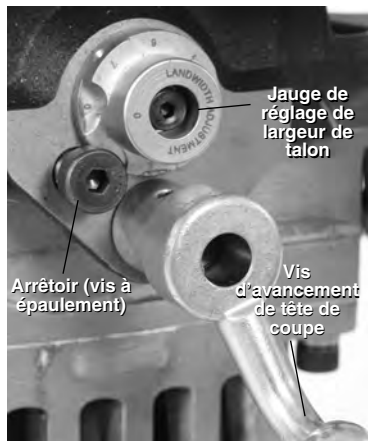

Figure 18 – Réglage de largeur de talon
6. Réglez la largeur du talon de biseautage voulue (Figure 18) à l'aide de la jauge de réglage de largeur de talon. Un réglage à « 0 » ne laissera aucun talon sur l'extrémité du tuyau. Chaque graduation de la jauge modifie la largeur du talon par approximativement $\frac{1}{32}$ " (0,8 mm). Graduation n° 1 ~ 0,03" (0,8 mm), graduation n° 2 ~ 0,06" (1,6 mm) etc. Alignez la graduation voulue avec la base de l'arrêt.
8. Tournez la vis d'avancement de la tête de coupe progressivement en sens horaire (Figure 18) pour entamer le biseautage jusqu'à ce que l'arrêt vienne à buter contre la jauge de réglage de largeur de talon. Ceci se fait sans huile de coupe ni liquide de refroidissement.